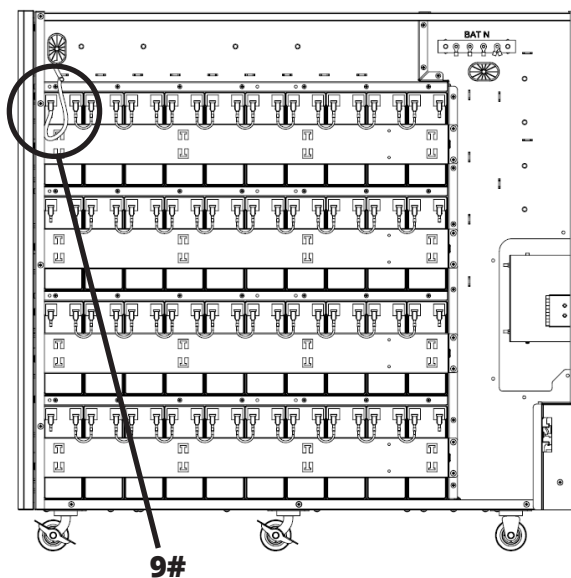

Figura 5-22B
34. Conecte la batería 20- del grupo 4 a la barra colectora de la batería - (BAT-) (Figura 5-22B).